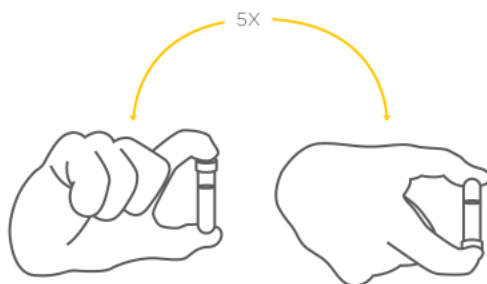

Fig. 11 Mezcla de la muestra.
5. Mezcle bien la muestra de orina por inversión. (Fig. 11).